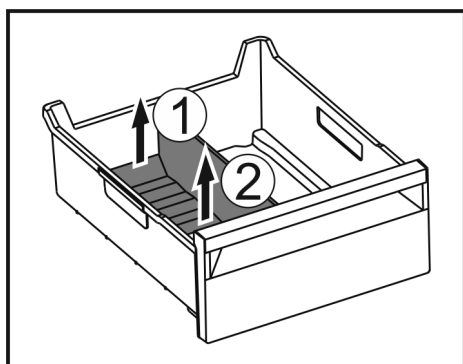

Fig. 106
- ▶ Zdvihnite zadnú časť oddelovača zásuvky na ľad. Fig. 106 (1)
- ▶ Odoberte oddelovač zásuvky na ľad nahor. Fig. 106 (2)